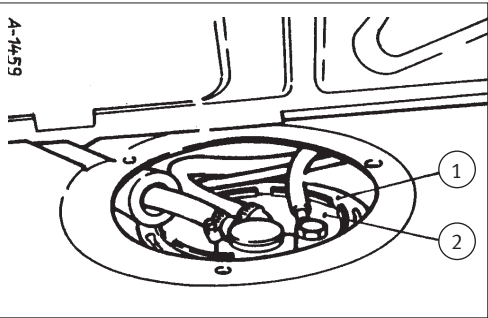

Abb. 1/ Fig. 1/ Puc. 1/图1
- 露出油箱便于查看燃油剩油指示和燃油泵, 图 1。
- 注意燃油剩油指示传感器 (2, 图 1) 的安装位置, 必要时做标记。
- 松开锁紧环 (1, 图 1), 小心拉出传感器 (2)。